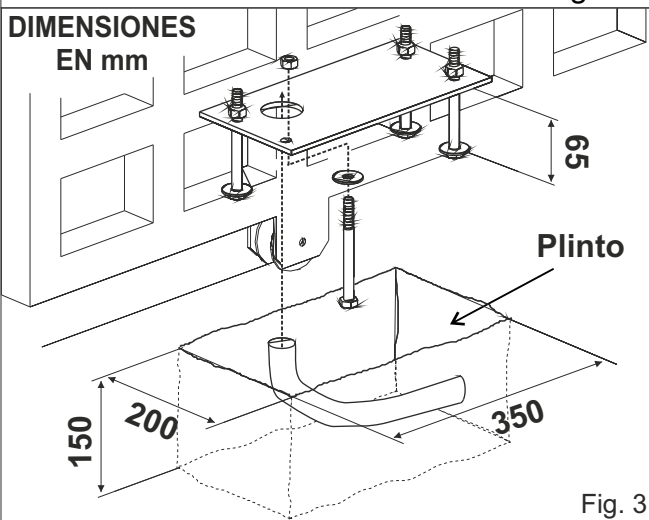

Fig. 3
- 2.1. Preparar, según las medidas que se muestran en la Fig. 3, una plataforma de hormigón en el cuyo interior se tapiará la placa de base mediante las tuercas de anclaje